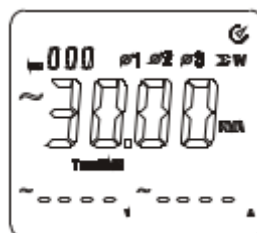

Figura 9-7
- Como muestra la figura 9-7, la potencia reactiva total se puede ver presionando la tecla “SELECT”.